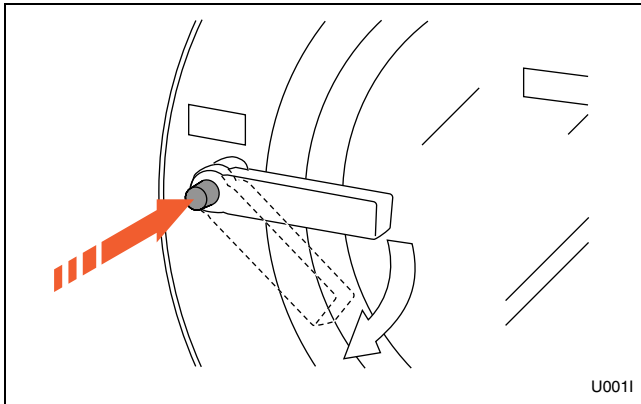

Figure 31
2. Appuyer sur le bouton et tourner la poignée dans le sens des aiguilles d'une montre pour ouvrir. Se reporter à la Figure 31.